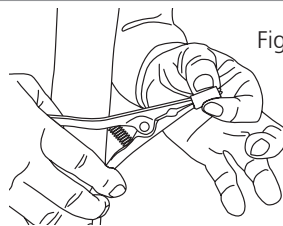

Figura 8
- 1) Introduzir o adaptador em elastómero nos bicos da pinça de divaricação de acordo com a conicidade até obter a introdução total (figura 8).